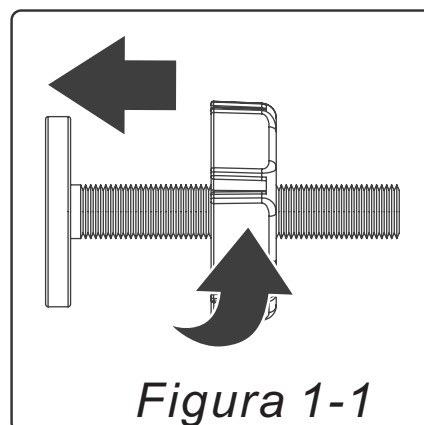

Figura 1-1
Localice las (4) varillas roscadas (B). Gire los volantes de ajuste a lo largo del roscado, eliminando el espacio entre el volante de ajuste y la pata de goma (*Figura 1-1*).